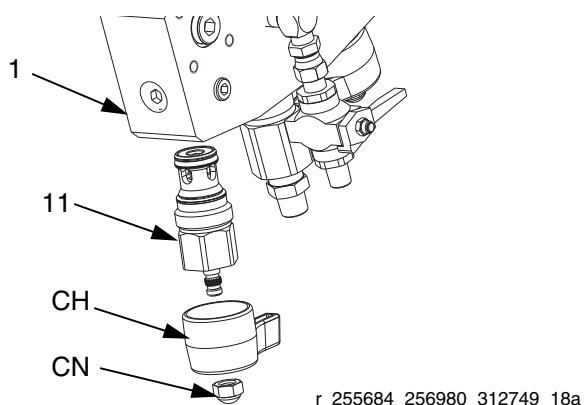

FIG. 6
1. Aplique fijador de roscas azul en las roscas externas de los cartuchos (11) e instálelos en el colector con el vástago girado completamente en sentido contrahorario. Coloque la llave en las partes planas del cartucho y apriételo a 170 N•m (125 pie-lb). Vea la FIG. 6 en la página 19.
2. Instale el asa (CH) y la tuerca con tapa (CN) en el cartucho de manera que las asas se apunten entre sí cuando se cierran.